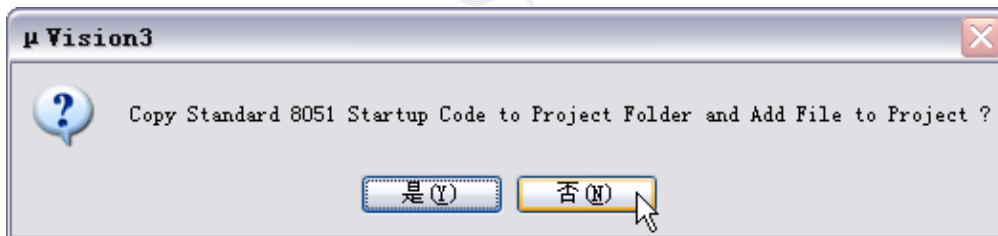

图 3.3
5) 接下来弹出一个如图 3.3 所示的对话框。该对话框提示你是否要把标准 8051 的启动代码添加到项目中去。Keil C51 既支持 C 语言编程也支持汇编语言编程。如果打算用汇编语言写程序，则应当选择“(N)”。如果打算用 C 语言写程序，一般也选择“(N)”，但是，如果用到了某些增强功能需要初始化配置时，则可以选择“是(Y)”。在这里，我们选择“(N)”，即不添加启动代码。